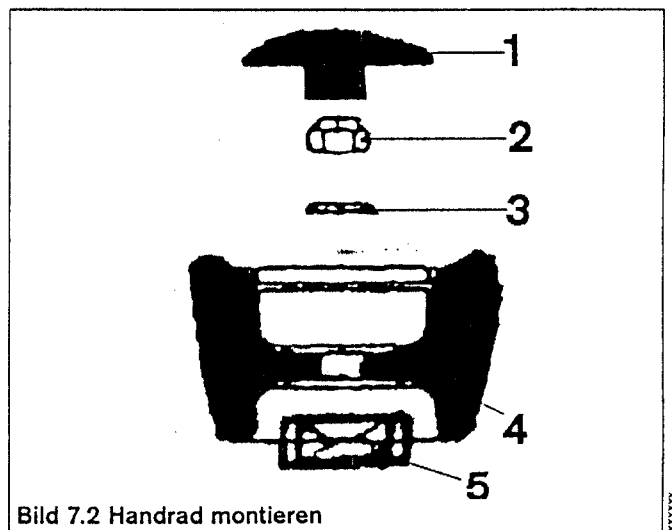

Bild 7.2 Handrad montieren
- 2 Handradkappe (1) mit Hilfe eines kleinen Schraubendrehers abhebeln. Die Sechskantmutter (2) mittels Steckschlüssel SW 10 abschrauben und Unterlegscheibe (3), Handrad (4) und Mitnehmer (5) abnehmen (Bild 7.2)